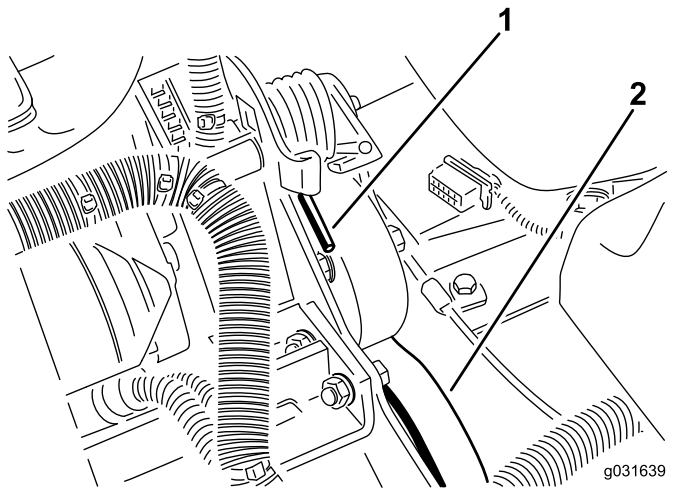

Bild 61
2. Dr cken Sie das Ende der Feder ab- und vorwrts, um die Feder aus dem B gel auszuhaken und die Feder zu entspannen (Bild 61).